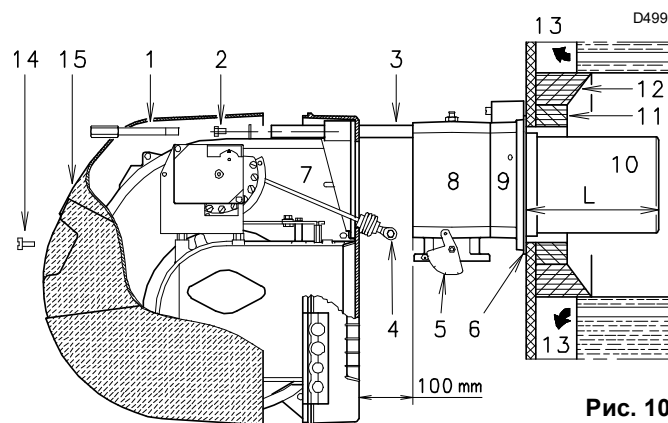

Рис. 10
- Отсоедините головку горения от остальной части горелки, как показано на Рис. 10:
Закрепите фланец 9)(Рис. 10) к плите котла, вставив тепловой экран 6)(Рис. 10) из комплекта поставки. Используйте также 4 винта из комплекта, предварительно покрыв резьбу защитным покрытием от заедания.